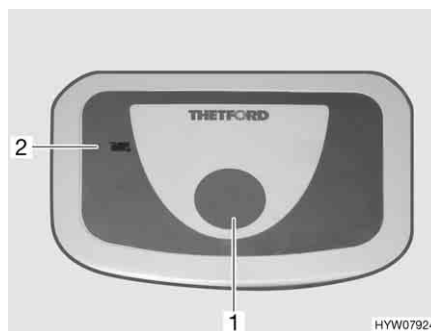

Fig. 65 Pulsante dello sciacquone/spia di controllo toilette Thetford
- Per sciacquare premere il pulsante blu (Fig. 65,1).
La spia di controllo (Fig. 65,2) si accende quando il serbatoio fecale deve essere svuotato.